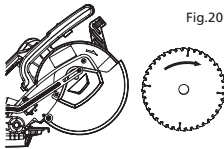

Fig.20
- Para instalar el disco, móntelo con cuidado sobre el eje, asegurándose de que la dirección de la flecha en la superficie de la del disco coincida con la dirección de la flecha de los protectores de la hoja (Fig. 20).